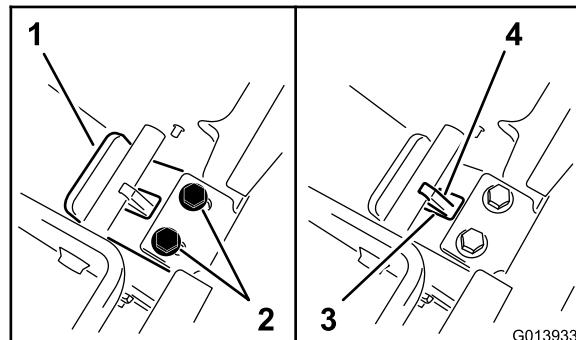

Figura 9
2. Continuando ad esercitare pressione sulla contropiastra, fate scorrere l'aletta verso di voi finché il bordo della piastra dell'aletta non si troverà a contatto con la traversa (Figura 9).